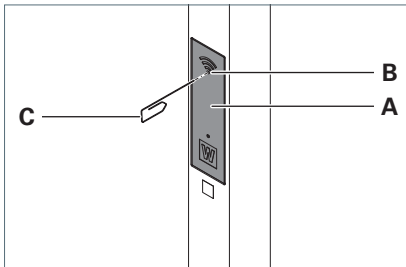

Fig. 1: Serviceklappe.
- ▶ Um die Serviceklappe **A** am Standrohr zu entriegeln, drücken Sie mit einer aufgebogenen Büroklammer **C** in die Öffnung **B**, siehe Fig. 1.